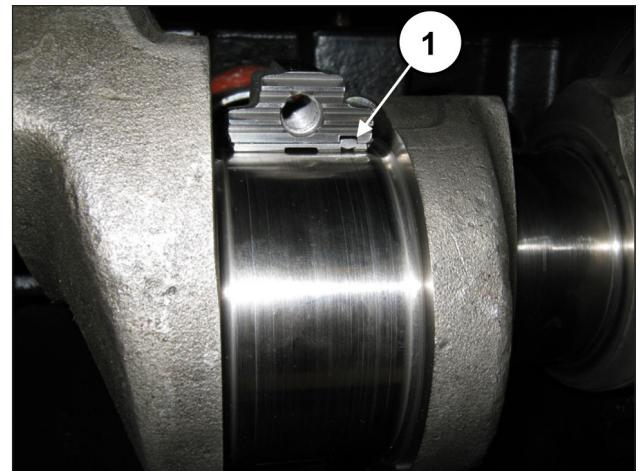

Fig. 66
**Per un corretto montaggio dei semicuscinietti assicurarsi che la linguetta di riferimento dei semicuscinietti venga posizionata nell'apposito alloggiamento sulla semibiella (pos. ①, Fig. 66).**